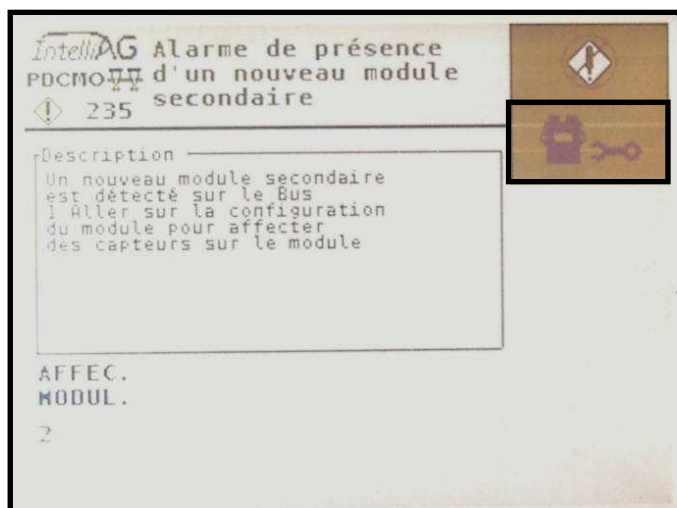

Fig. 1
para posicionar el cursor A en las diferentes líneas:  (Fig.1).
(Fig.1).
- Se Vi è necessario tagliare file all'interno della seminatrice, utilizzare il tasto  per posizionare il cursore A sulle differenti file:  (Fig.1).
- Attendre que la page **Alarme nouveau module** s'affiche à l'écran (Fig.1).
- Appuyer sur la touche  **Configuration module** (Fig.1).
- Wait until the page **New module alarm** is displayed on the screen (Fig.1).
- Press the key  **Module configuration** (Fig.1).